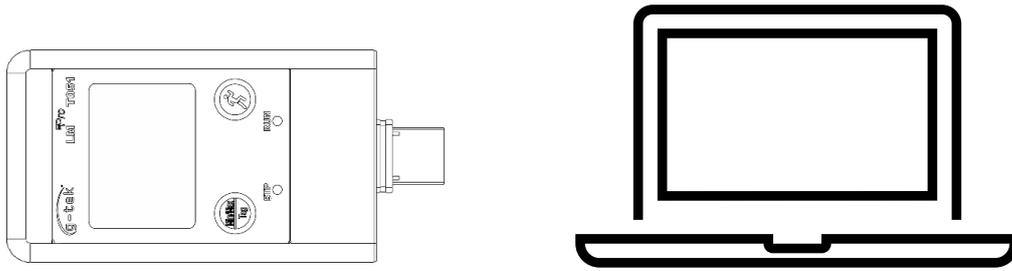

Figure10 Connexion USB de type A
- Connectez l'enregistreur de données LMPro T051 au PC Windows via le port USB, comme illustré à la figure 10.